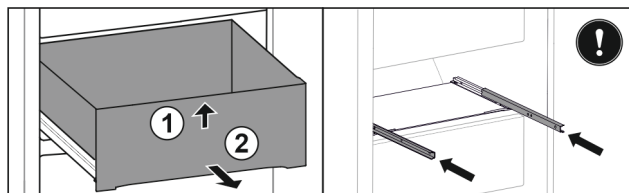

Fig. 113
- ▶ Nadvihnite zásuvku vpredu. Fig. 113 (1)
- ▶ Odoberte zásuvku dopredu. Fig. 113 (2)